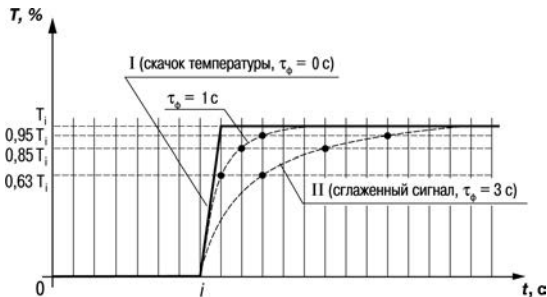

Рисунок 3.5
3.1.4.4.3 Цифровой фильтр устраняет шумовые составляющие сигнала, осуществляя его экспоненциальное сглаживание. Основной характеристикой экспоненциального фильтра является  $\tau_f$  – постоянная времени цифрового фильтра, параметр **inF1** (**inF2**) – интервал, в течение которого сигнал достигает 0,63 от значения каждого измерения  $T_i$  (рисунок 3.5).